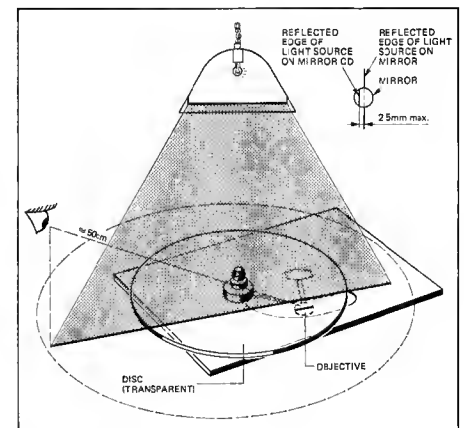

Fig. 4.19
- Laufwerk so aufstellen, dass die Lichtquelle einen 90°- Winkel zum Abtasterarm bildet (siehe Fig. 4.19).